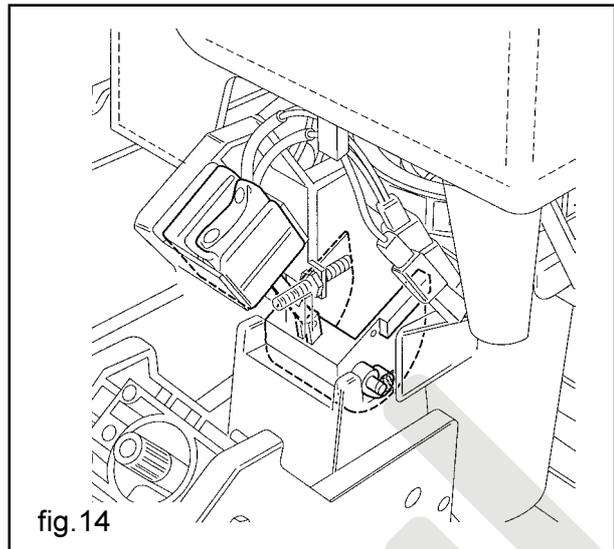

fig.14
- Se activa el electroimán del dosificador, provocando la apertura de la trampilla y por consiguiente la caída del café en el vaso de infusión (fig.14).